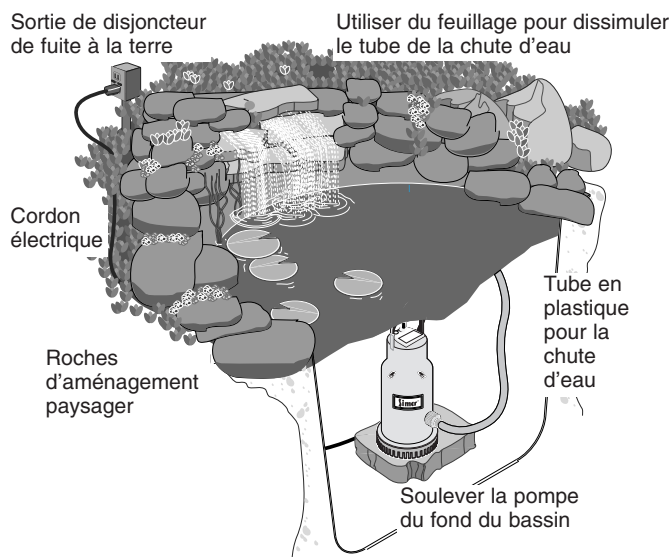

Figure 1: Installation type d'une chute d'eau et d'un bassin.
1. Installer la pompe sur une surface dure et plane. S'assurer que la pompe ne peut pas aspirer de roches, de boue, de débris, etc. Au besoin, poser une cale sous la pompe pour la lever légèrement. Se reporter à la Figure 1.